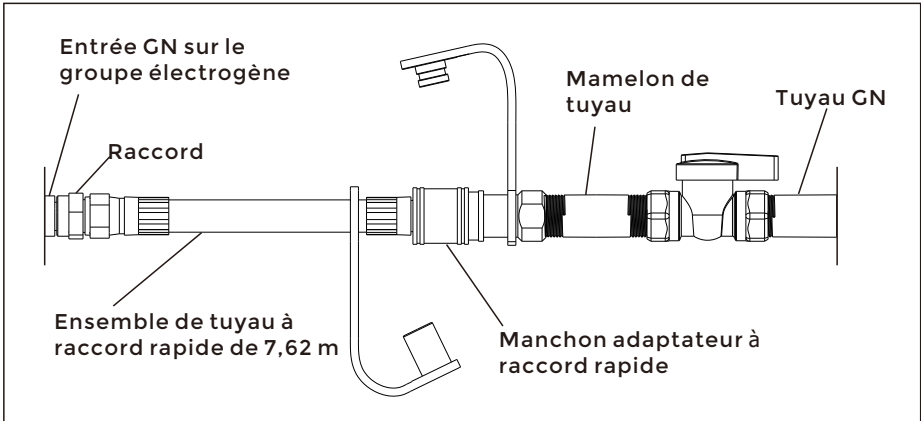

Figure 7
5. Connectez le raccord au groupe électrogène (Figure 7).